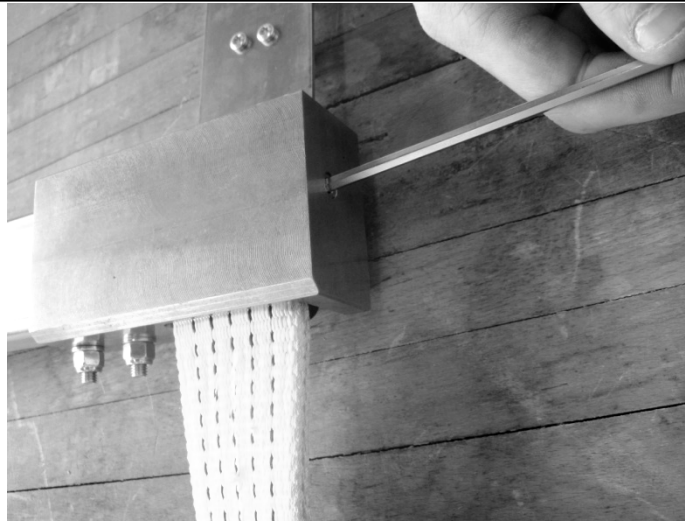

Fig. 23
1. Lossa bulten från tvärstagsklammern. För att göra detta, använd 4 mm sexkantsnyckel, se Fig. 23